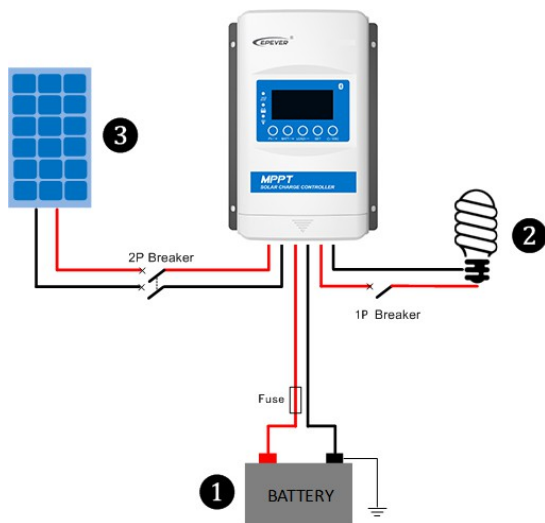

Figura 2-2 Schema de conectare
Pasul 2: Conectați sistemul în ordinea ❶baterie→ ❷încărcare→ ❸PV array în conformitate cu figura 2-2," Schema de cablare" și deconectați sistemul în ordinea inversă❸❷❶.